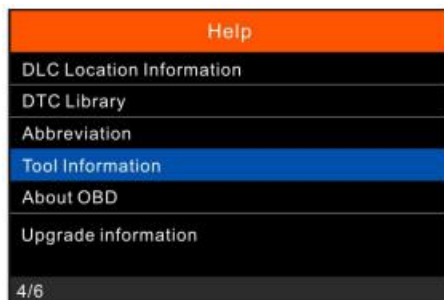

Figura 7-4
7. Selezionare [Informazioni strumento], premere [OK].(Figura 7-4)